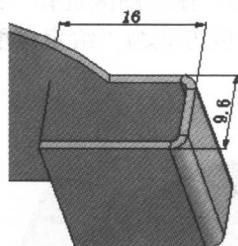
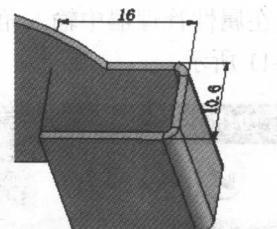
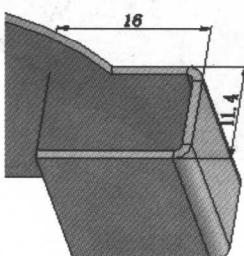
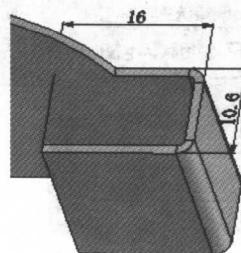

图 1-14 选择“材料在内”时的法兰效果
图 1-15 选择“材料在外”时的法兰效果
图 1-16 选择“折弯在外”时的法兰效果
图 1-17 选择“虚拟交点的折弯”时的法兰效果
(3) “法兰位置”选项有“材料在内”, “材料在外”, “折弯在外”和“虚拟交点的折弯”4 个选项，选择不同选项时产生的法兰效果是不一样的，图 1-14 是选择“材料在内”时的法兰效果，图 1-15 是选择“材料在外”时的法兰效果，图 1-16 是选择“折弯在外”时的法兰效果，图 1-17 是选择“虚拟交点的折弯”时的法兰效果。单击“确定”图标按钮完成边线法兰操作。